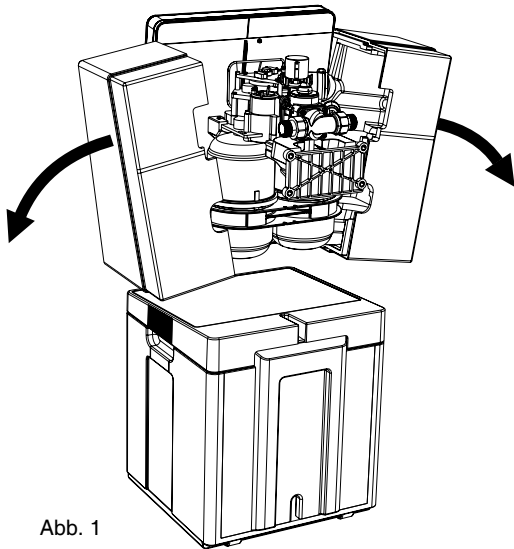

Abb. 1
- a) Ziehen Sie die beiden Schalen nach rechts und links ab (Abb. 1).